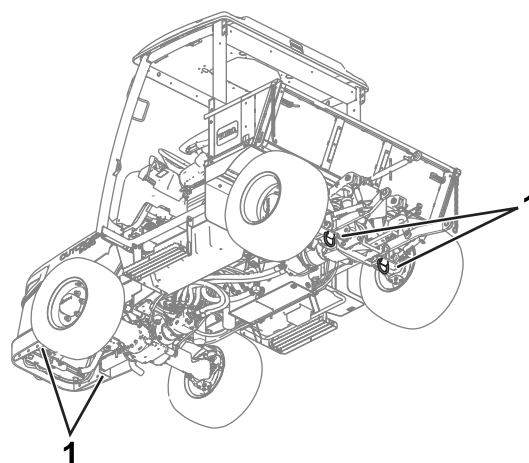

図 67
- マシンはロープがけポイント図 67を使って確実に固定してください。